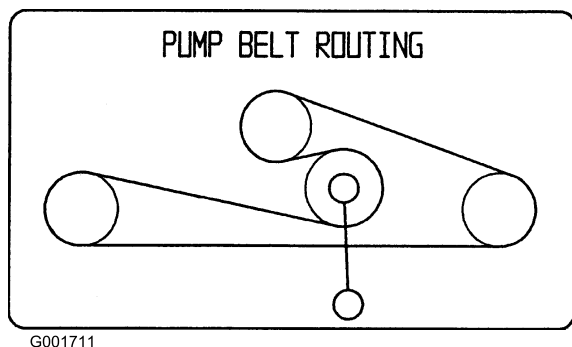

Figura 57
1. Tire hacia abajo de la polea tensora tensada con muelle, y retire la correa de tracción de las poleas del motor y de la bomba hidráulica (Figura 57). Retire la correa de entre las poleas.
2. Instale la correa nueva alrededor de las poleas del motor y de la bomba hidráulica (Figura 57).
3. Tire hacia abajo de la polea tensora y alinéela debajo de la correa de tracción. Libere la presión en la polea tensora tensada con muelle (Figura 57).